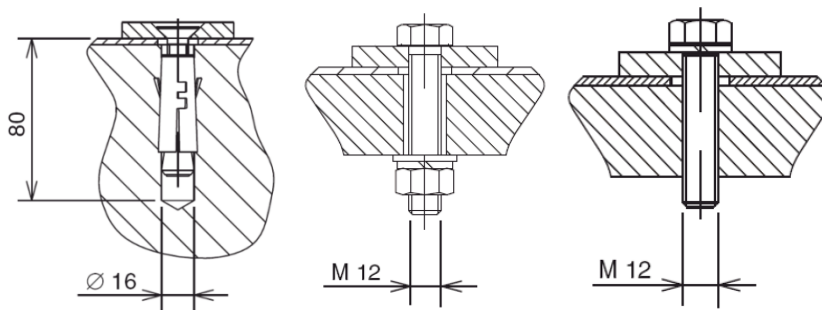

Рис. 21. Способы крепления шкафов КРУ
2.5.2.2 Прикрепить шкаф КРУ к установочной поверхности одним из способов, показанных на рис. 21, установочные размеры представлены в табл. 7.